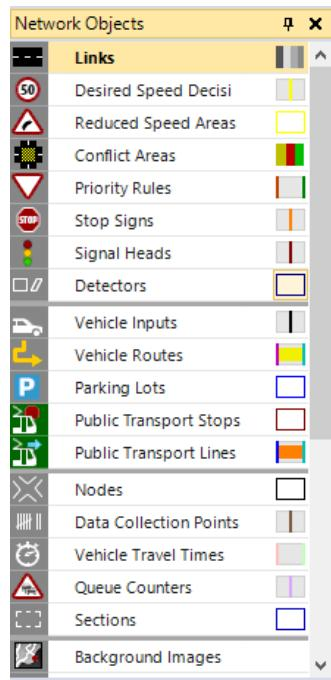

Figura 05
10. Na barra lateral esquerda, em **Network Objects**, selecione a opção **Links** (Figura 05).